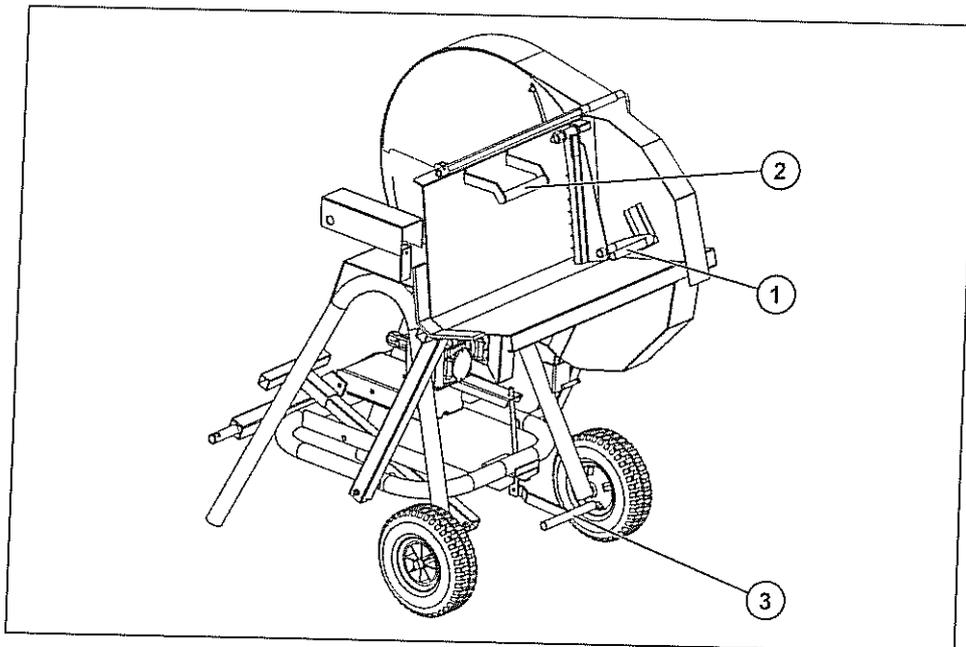

Fig. 8
- ◆ levier de blocage de la pièce à couper (1 Fig. 8).
- ◆ levier pour l'actionnement du plan de travail basculant (2 Fig. 8).
- ◆ pédale de frein d'urgence (3 Fig. 8).